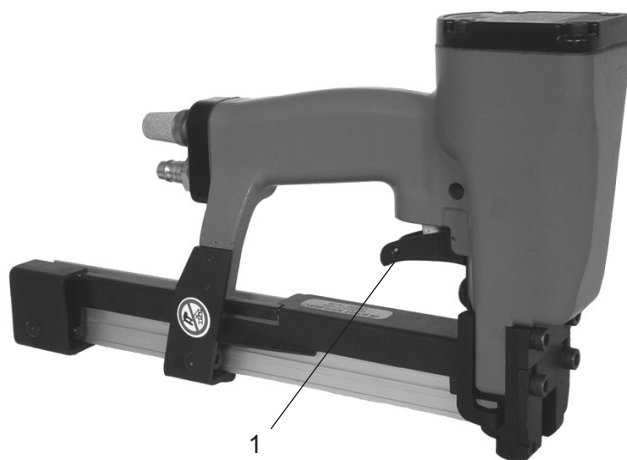

Fig. 2
1. Placez l'agrafeuse contre l'emballage et appuyez sur la détente (Fig. 2/1). Répétez l'action pour la frappe suivante.